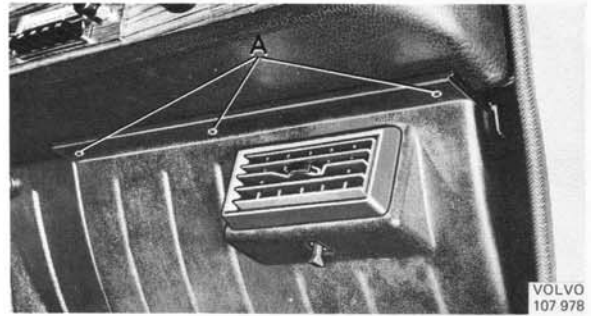

Abb. 28 Ausbau des Klimaaggregates, früh. Ausf.
6. Kreuzschlitzschrauben (A, Abb. 28) lösen und das Klimaaggregat ausfahren.